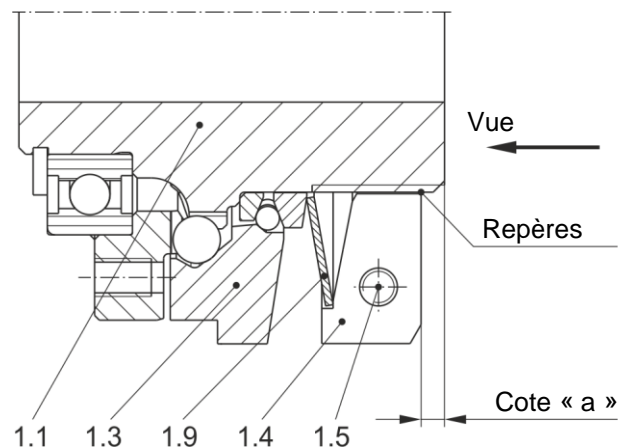
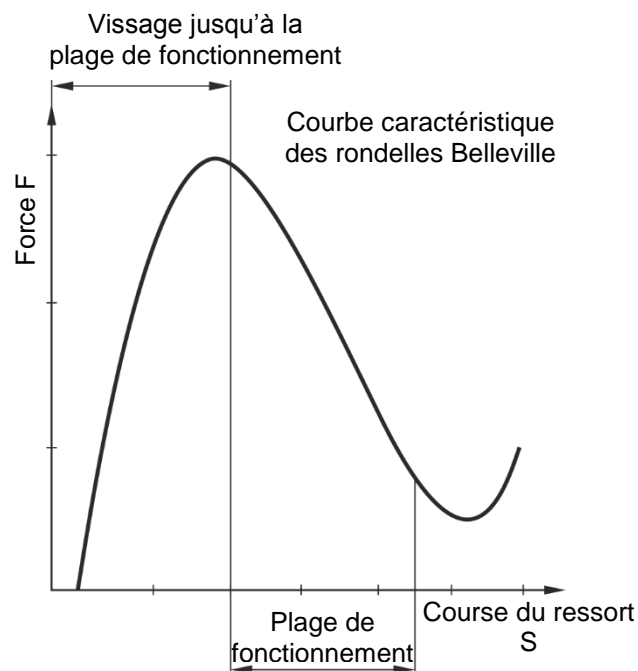

Fig. 5
Fig. 7
Le réglage s'effectue en tournant l'écrou de réglage (1.4). Les rondelles Belleville montées (1.9) sont utilisées dans la partie négative de leur courbe caractéristique (voir fig. 7). Cela signifie qu'une précontrainte plus forte des rondelles Belleville permet de réduire la force des ressorts.
L'application des rondelles Belleville dans leur plage de fonctionnement (fig. 7) peut être contrôlée à l'aide de la cote « a » (distance entre la face frontale de l'écrou de réglage (1.4) et du moyeu (1.1), comme illustré à la fig. 5).
Vue sur l'écrou de réglage (1.4), comme indiqué aux fig. 5 et 6.
d) Le couple souhaité s'obtient en faisant coïncider les repères sur le moyeu (1.1) avec le pourcentage sur l'écrou de réglage (1.4), fig. 5 et 6.
Un dérèglage de l'écrou de réglage (1.4) ou une utilisation des rondelles Belleville (1.9) en dehors de leur plage de fonctionnement (voir fig. 7) annule la fonction du limiteur de couple.